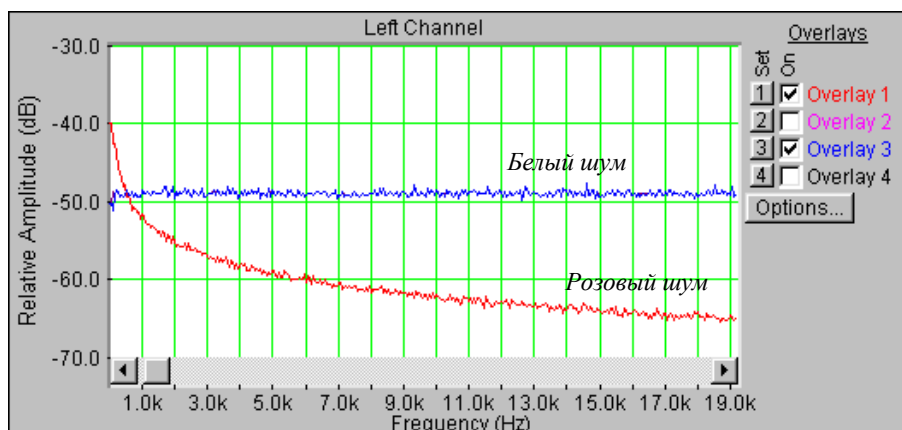

Рис. 1.8. Спектры белого и розового шума в линейной шкале частот
- Скопируйте график спектров белого и розового шума (рис.1.8) в файл вашего отчета.